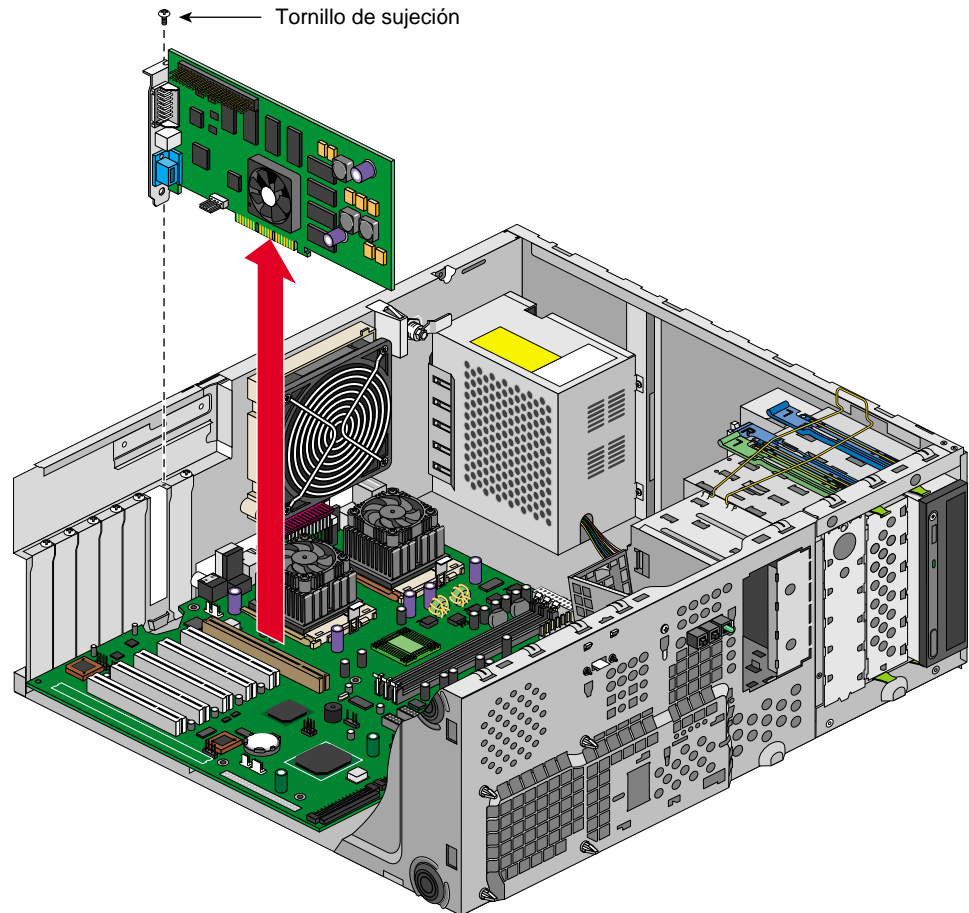

Figura 2-18 Extracción de la tarjeta de expansión
2. Extraiga el tornillo de sujeción de la tarjeta de expansión como se muestra en la Figura 2-18.